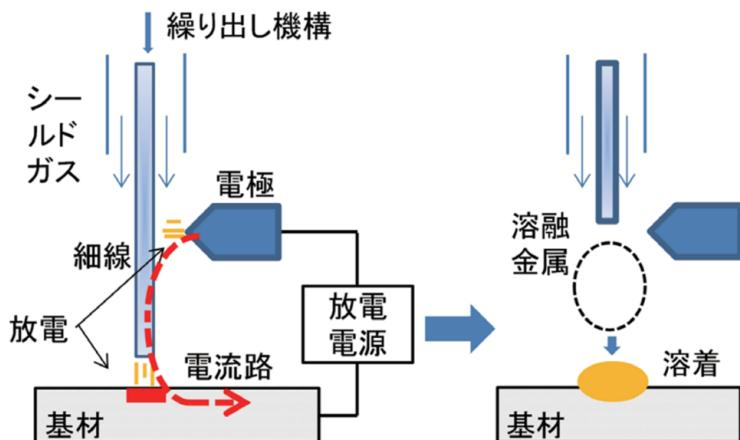

図 2.16 インクジェット型金属 3D プリンターの概略図
下に 3D プリンターの図 2.16 を示す。この 3D プリンターには①細線繰り出し電極、②薄肉パ イプ回転電極の二つの特徴がある。